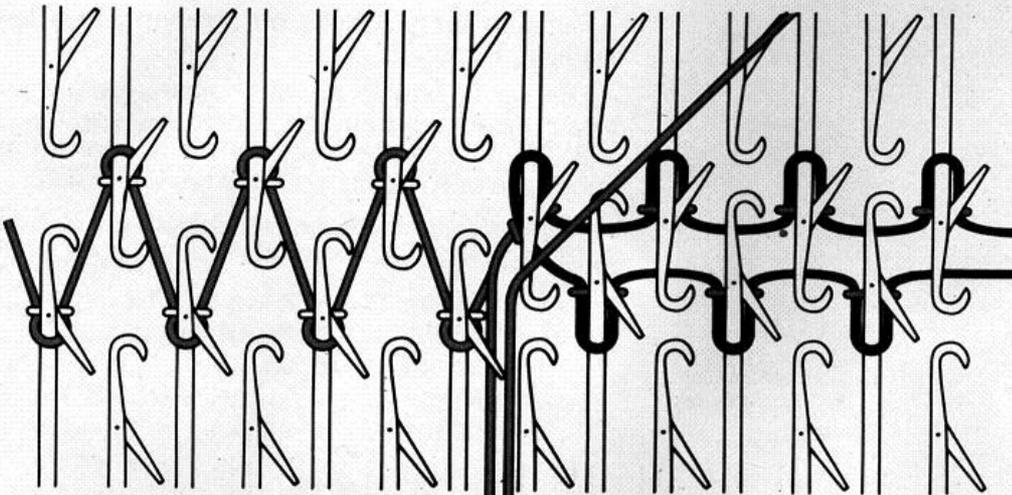

Fig. 58
- A l'aide du poinçon, tirer environ 10 cm de laine par le dessous des fontures à l'endroit de la boutonnière (ou fente) et accrocher un poids de lisière (fig. 58).